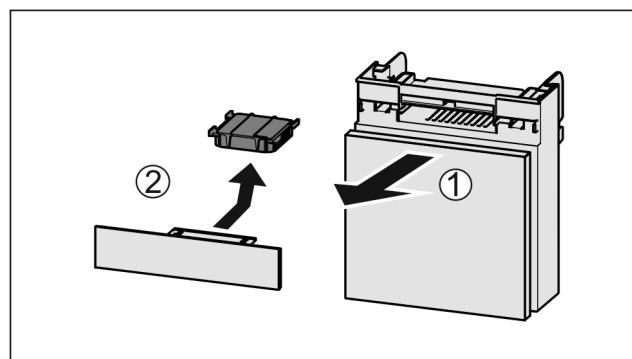

Fig. 122
- Vytiahnite zásuvku smerom dopredu Fig. 122 (1).
- Vyberte aktívny uhlíkový filter Fig. 122 (2).